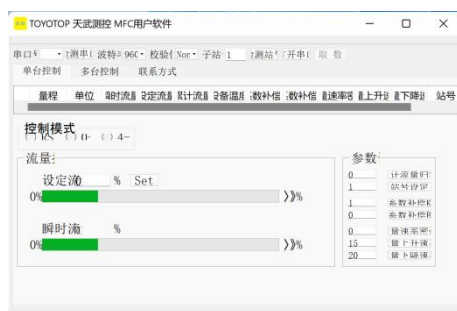

图 1（异常显示）
2. 解压“天武测控 TP 系列专用软件”，打开“FlowMeter.exe”应用程序。如果打开后软件显示异常。（如图 1）右键“FlowMeter.exe”，打开“属性”，点击“兼容性”，点击“更改高 DPI 设置”，勾选“替代高 DPI 缩放行为”。选择“系统(增强)”，确定即可。（如图 2）